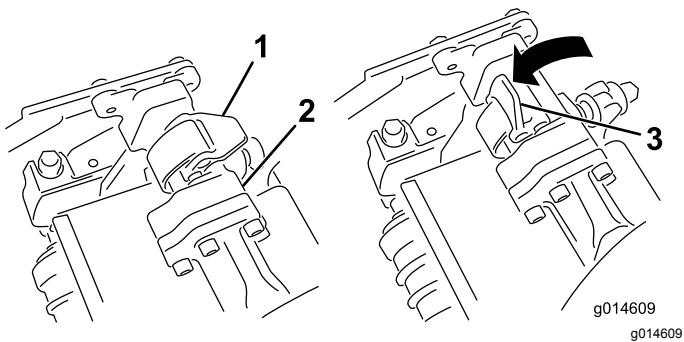
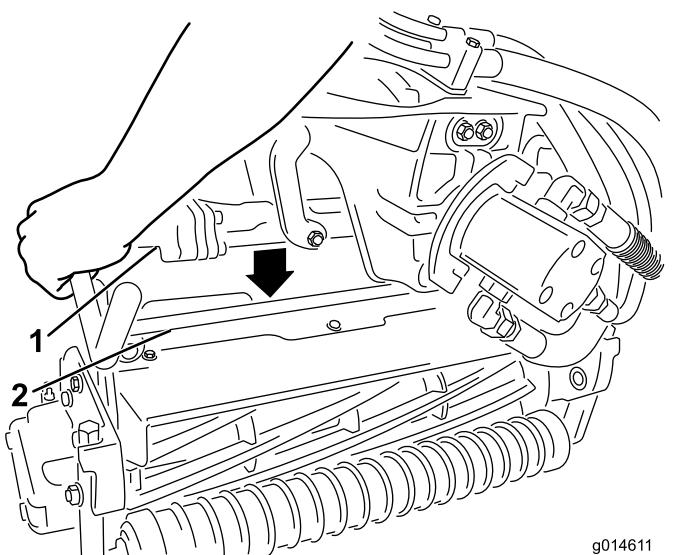

Bild 45
Bild 46
3. Die Riegel an der Aufhängearmstange müssen nach oben zeigen (d. h. offen) (**Bild 45**); drücken Sie den Aufhängearm dann so nach unten, dass die Stange über die Stange an der Oberseite der Schneideeinheit passt (**Bild 46**).
4. Drücken Sie die Riegel nach unten um die Schneideeinheitstange herum und arretieren sie (**Bild 45**).
4. Öffnen Sie die Riegel an der Aufhängearmstange der Schneideeinheit, die Sie entfernen möchten (Bild 45).